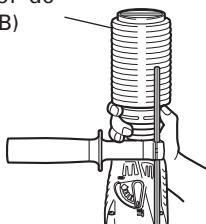

Fig. 5
7. Cuando instale la copa de polvo o el lector de polvo (B) (Accesorios facultativos)(Fig. 4, Fig. 5)